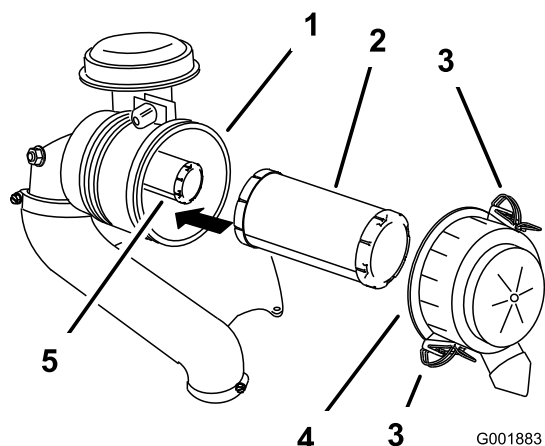

Figure 39
3. Ouvrez les dispositifs de verrouillage du filtre à air et séparez le couvercle du corps du filtre (Figure 39).
5. Sortez l'élément principal du corps du filtre avec précaution (Figure 39).
2. Si vous remplacez l'élément de sécurité, insérez-le avec précaution dans le corps du filtre (Figure 39).
3. Placez ensuite l'élément principal sur l'élément de sécurité avec le même soin (Figure 39).
4. Remettez en place et verrouillez le couvercle du filtre à air (Figure 39).